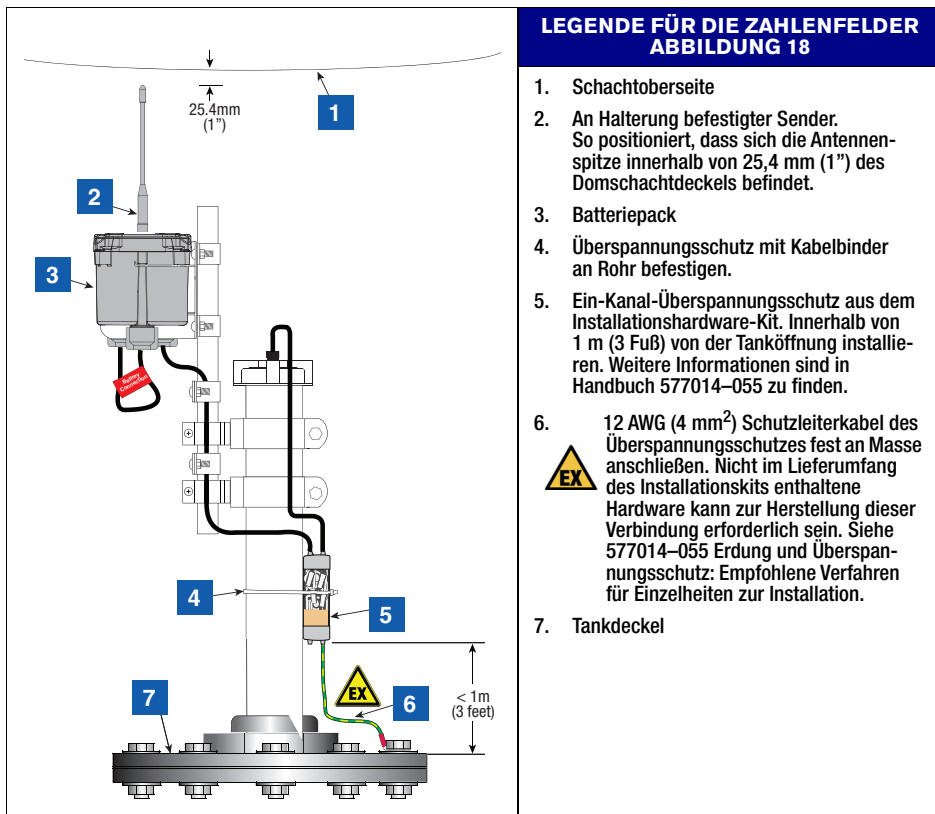

Abbildung 18. Beispiel für Mag-Sonde-Senderkabel-Verbindungen
7. Kabel an der 12,7 mm (1/2") Leitung mithilfe von (2) 12,7 mm (1/2") Kunststoffklemmen, (2) #10–32 x 25,4 mm (1") Schrauben und (2) #10–32 Sechskantmuttern (im Lieferumfang enthalten) befestigen.
8. Siehe Abbildung 18 für ein Beispiel einer abgeschlossenen Senderinstallation in einem Schacht.